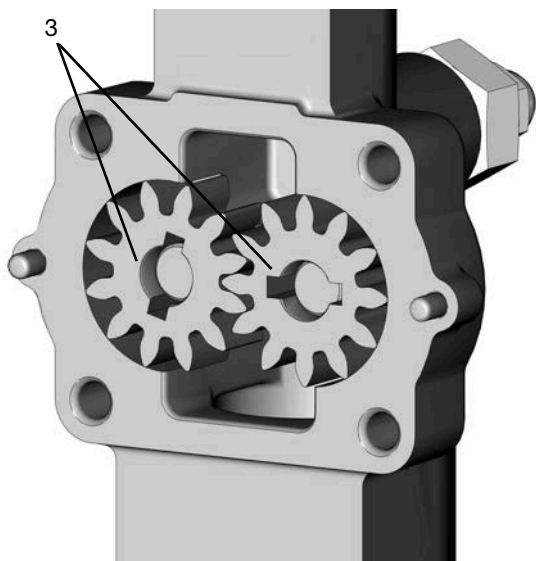

FIG. 35
18. Retire los dos engranajes de la bomba (3) (FIG. 35).
1. Coloque los engranajes de la bomba (3) en la cavidad de esta, asegurándose de que giren libremente (FIG. 35).